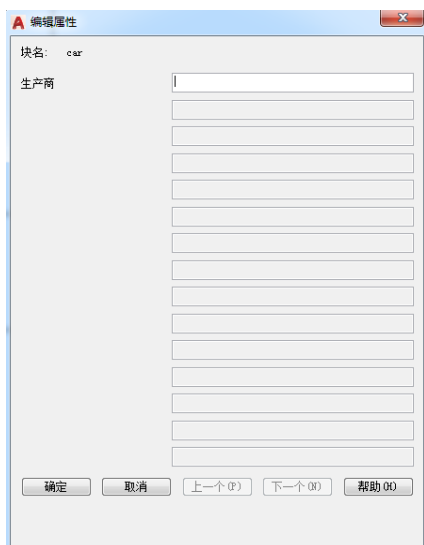

图 8-15 “编辑属性”对话框
5) 设置完毕后，单击“确定”按钮，屏幕出现“编辑属性”对话框，如图 8-15 所示，此时可以改变属性值，如不改变，输入生产商即可完成创建块。